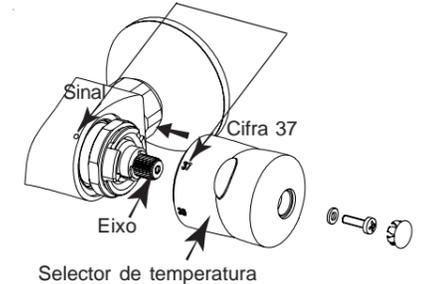

Fig. 7
- Remontar o selector de temperatura (sem dar voltas ao eixo) alinhando a cifra 37 com o sinal (fig. 7).